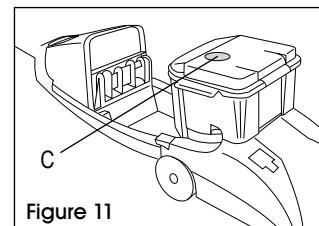

Figure 11
1. Lorsque réservoir de récupération (réservoir inférieur) est plein, le mécanisme d'arrêt automatique arrête la fonction d'aspiration de l'aspirateur. (Voir Figure 11)
2. Lorsque cela est le cas, le disque flottant rouge (C) passe dans la partie supérieure du couvercle du réservoir de récupération (voir illustration). L'aspirateur n'aspirera plus la solution sale et le bruit du moteur deviendra sensiblement plus aigu.